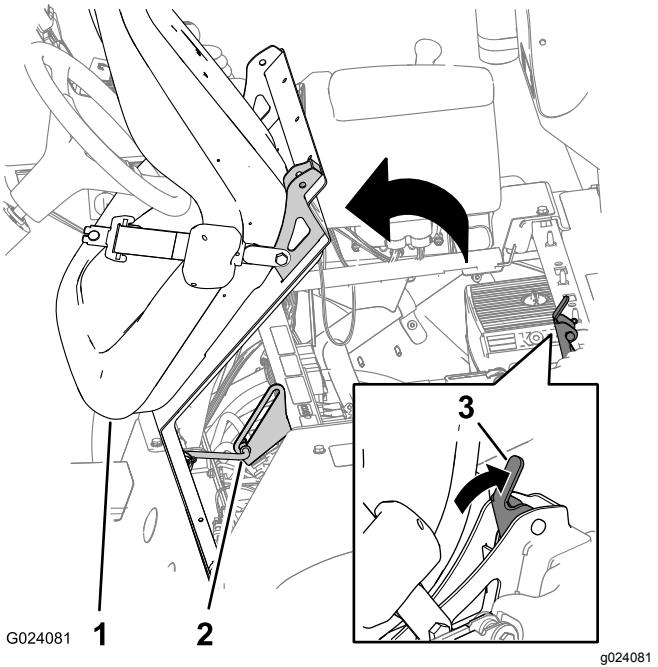

图3
2. 向后推动座椅闩锁手柄打开座椅的闩锁图3。
3. 向前旋转座椅和座椅底板直到支撑杆架中的支撑杆端部处于支架中槽的底部 图3。